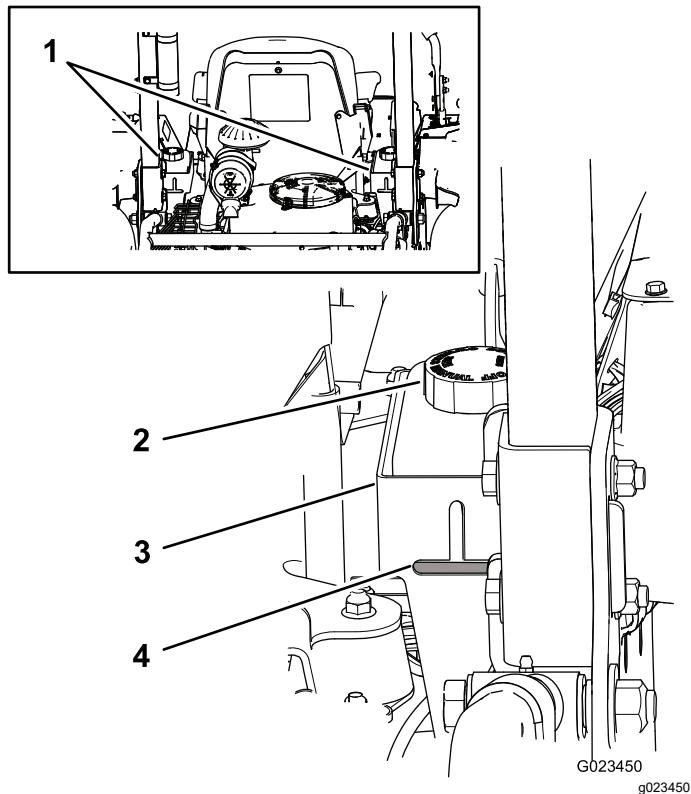

Bild 68
Maschine sollte in der Transportkonfiguration sein. Wenn der Hydraulikölstand unter der Oberkante des waagerechten Teils des ausgeschnittenen Sichtfensters auf der Rückseite des Hydraulikölbehälters liegt (Bild 68), füllen Sie Hydrauliköl nach, um den Hydraulikölstand auf die zulässige Menge zu bringen. **Überfüllen Sie die Behälter nicht.** Befindet sich der Ölstand im oberen Bereich des Schauglasses, muss kein Öl nachgefüllt werden. Als Ersatzölsorten werden empfohlen:
Hinweis: Der Ölstand sollte am unteren Rand der jeweiligen Öffnungen sein, wie in Bild 68 dargestellt.
- Reinigen Sie den Bereich um die Deckel der Hydraulikölbehälter, damit keine Rückstände in das System gelangen (Bild 68).